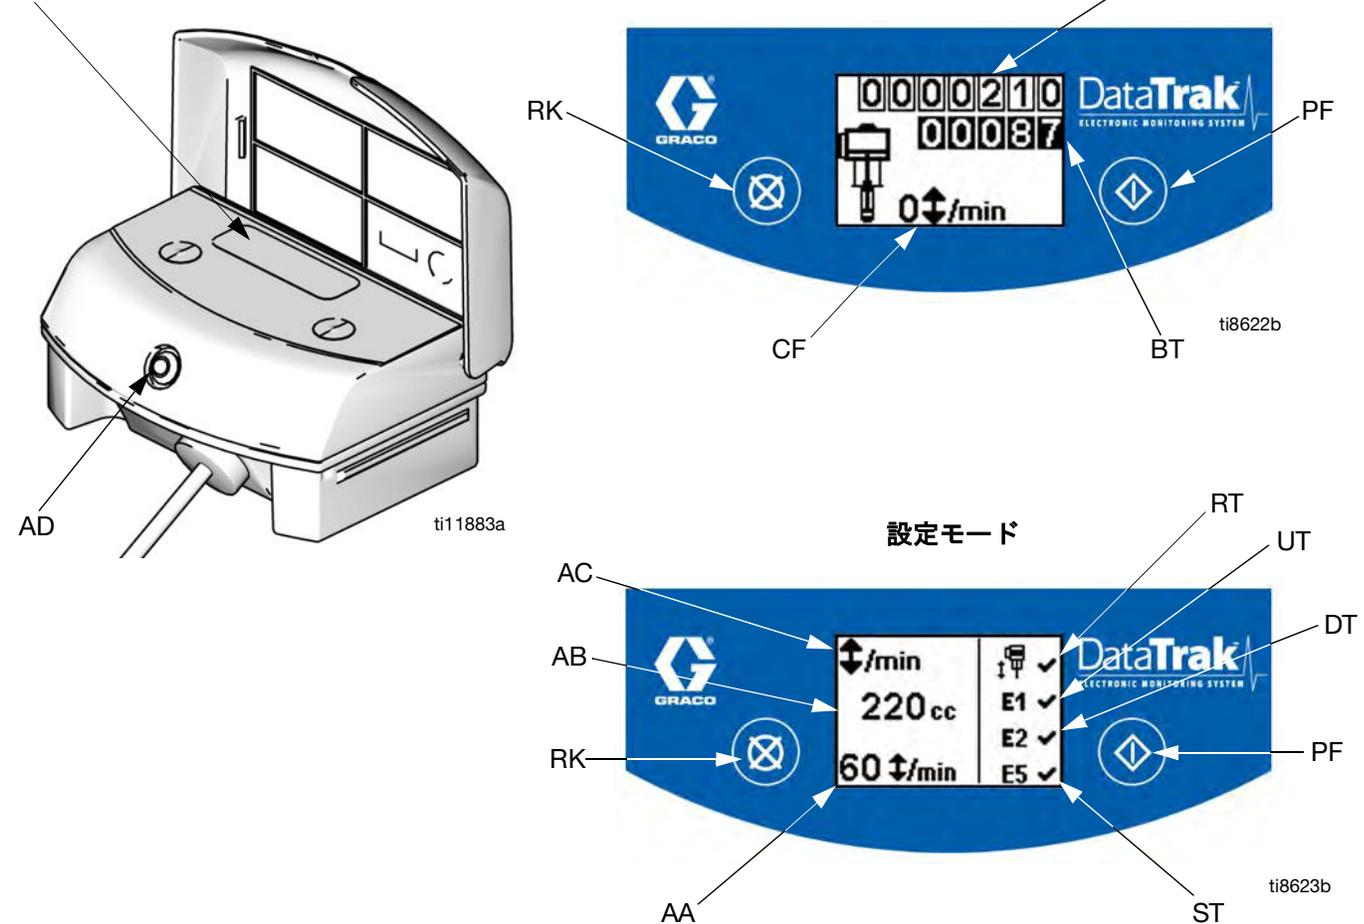

図 8. DataTrak のコントロールとインジケータ
1. 図 8 を参照ください。設定メニューが表示されるまで、 を 5 秒間押し続けます